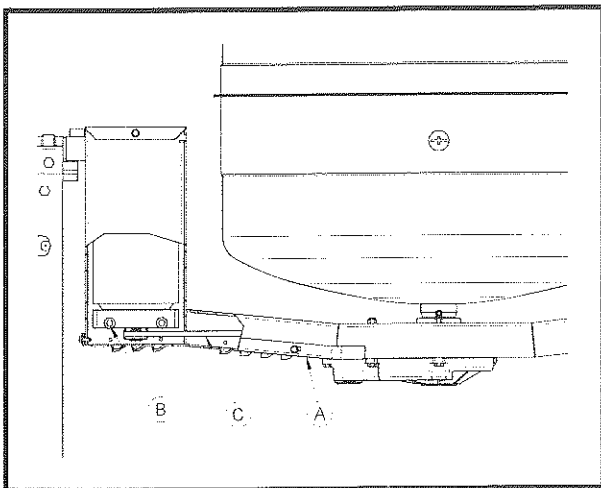
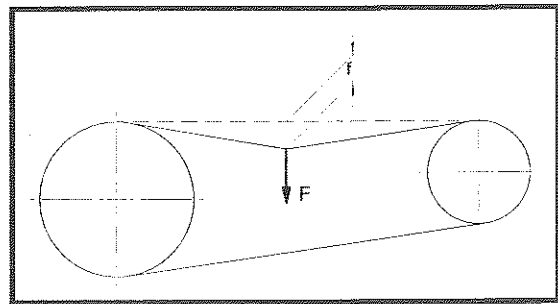

FIG. 8
FIG. 9
2. Extraer la protección de la correa (ref.A, fig.8) destornillando los tornillos que la bloquean.
3. Aflojar los 4 tornillos (ref.B, fig.8) que bloquean el soporte del motor eléctrico y tensar la correa (ref.C, fig.8) por medio de dicho soporte: si la tensión de la correa es correcta, aplicando una fuerza de $F=0.6$ Kg aproximadamente en el centro del tramo libre de la correa, la flecha deberá indicar $f=5$ mm aproximadamente (fig.9).
4. Al final del tensado atornillar los 4 tornillos (ref.B, fig.8).
5. Volver a montar la protección de la correa (ref.A, fig.8) con los respectivos tornillos.
3. Aflojar los 4 tornillos (ref.B, fig.8) que bloquean el soporte del motor eléctrico y aflojar la correa (ref.C, fig.8) por medio de dicho soporte hasta hacerla salir de las poleas del motor eléctrico y del reductor.
correa es correcta, aplicando una fuerza de $F=0.6$ Kg aproximadamente en el centro del tramo libre de la correa, la flecha deberá indicar $f=5$ mm aproximadamente (fig.9).
6. Al final del tensado atornillar los 4 tornillos (ref.B, fig.8).
7. Volver a montar la protección de la correa (ref.A, fig.8) con los respectivos tornillos.